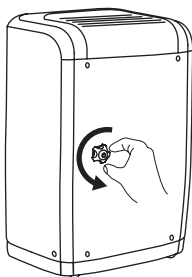

fig. 1
1. Desaparafuse a tampa de escoamento na parte de trás do aparelho. (fig.1)